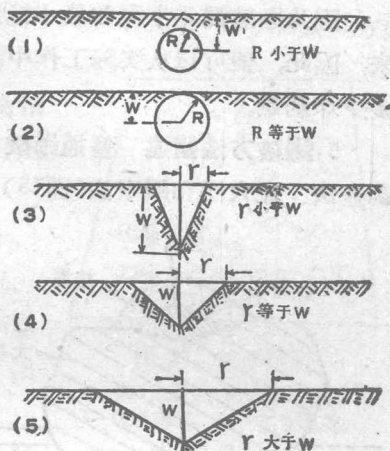

图 14. 各种装药形式
(1) 最小抵抗线 (W): 是由炸药中心点到自由面的最短距离。
(2) 爆破作用半径 (R): 是由炸药中心到爆破漏斗边缘的任何一点的距离。
(3) 爆破漏斗半径 (r): 是爆破圈在自由面上的半径。
如果最小抵抗线相同时, 由于炸药量不同, 爆破后所产生的结果也不同。同样, 如果炸药量相同, 但最小抵抗线改变时, 也会得到不同的爆破效果 (图14)。图中 (1) 在自由面上不形成漏斗, 原因是爆破作用半径 R 小于最小抵抗线